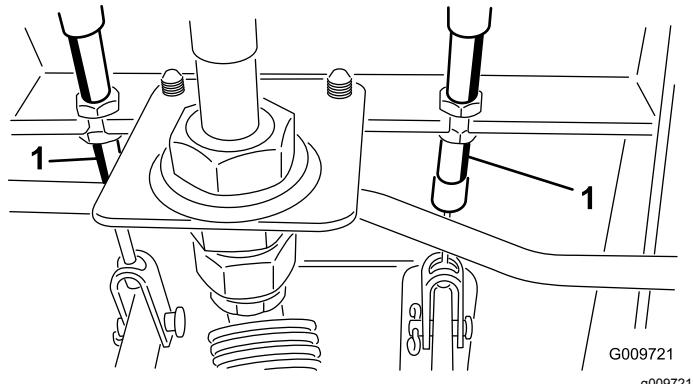

Bild 92
- A. Lockern Sie die vordere Mutter an der Gewindeseite des Bremszuges (Bild 92).